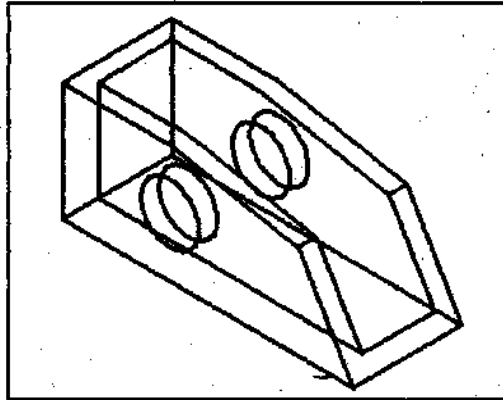

Рис. 2
7. Выполните методом направление-расстояние редактирование отрезков ручками и постройте дополнительные отрезки для завершения построения каркасной модели (рис. 2).